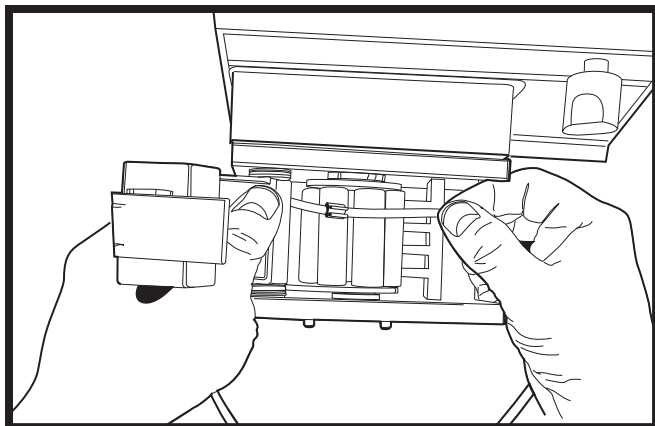

Figura 6, Coloque un extremo del tubo sobre los rodillos.
2. Coloque un extremo del tubo sobre los rodillos desde la parte superior del cabezal de bombeo. Mientras sostiene el asiento de oclusión, abra el dispositivo de seguridad con resorte para poder insertar el tubo entre el dispositivo y el sujetador ranurado (Figura 6).